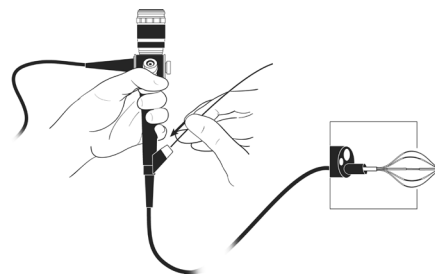

Figure 8 : Cathéter Alair introduit dans le canal interventionnel du bronchoscope
4. Pousser le cathéter dans le bronchoscope jusqu'à ce que l'extrémité distale du corps du cathéter soit visible sous bronchoscopie. En cas de forte résistance pendant l'insertion du dispositif, ne pas forcer. Dans les régions anatomiques particulièrement sinueuses, il peut s'avérer nécessaire de détendre le mécanisme de déflexion du bronchoscope jusqu'à ce que le dispositif passe facilement. Voir Figure 8 ci-dessous.